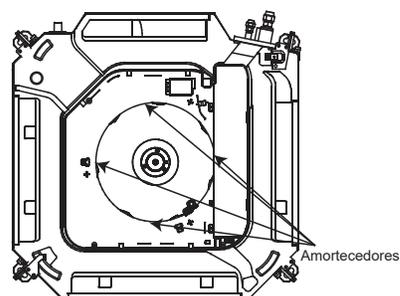

Figura 13
- Antes de instalar a unidade interna, remova os amortecedores entre o flange do tubo e o ventilador, usados para transporte (consulte a Figura 13). Se você ligar a unidade sem remover os amortecedores, o motor do ventilador pode ser danificado.